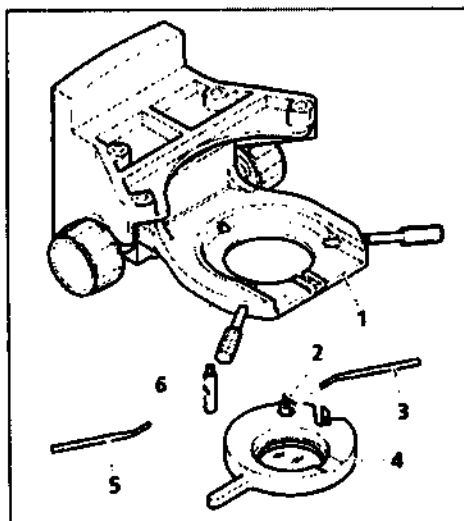

Рисунок 3-26. Установка поляризатора D
- Удерживайте поляризатор или держатель фильтра (рисунок 3-26/4) параллельно нижней части несущего элемента конденсора (рисунок 3-26/1) и ввинтите крепежный штифт (рисунок 3-26/2) поляризатора (рисунок 3-26/4) с угловой регулировочной ручкой (рисунок 3-26/3) в переднее левое резьбовое отверстие под несущим элементом конденсора.
- Ввинтите штопорный штифт (рисунок 3-26/6) с регулировочной ручкой (рисунок 3-26/3) в заднее резьбовое отверстие несущего элемента конденсора.